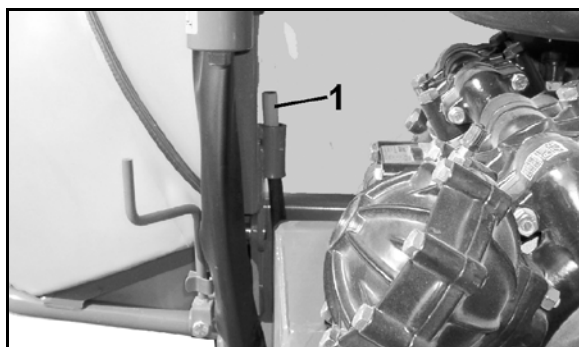

Bild 51
- Den röda markeringen (Bild 51/1) på stödfotens kontrollindikering syns när maskinen är nedsänkt på den hydrauliska stödfoten.